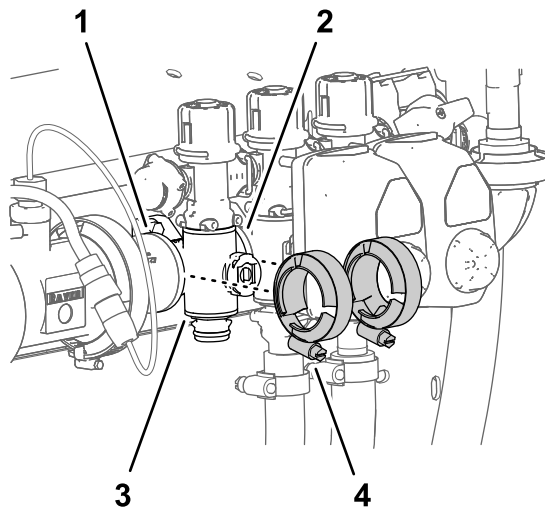

Figura 126
3. Retire las 2 bridas de fijación que sujetan el distribuidor de sección a las bridas de los componentes adyacentes (Figura 126).